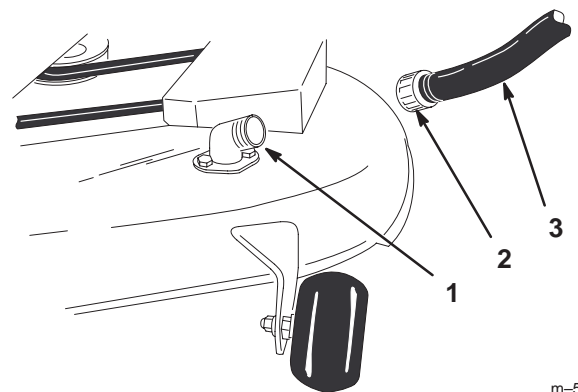

Figure 47
2. Vissez l'accouplement du tuyau au raccord de lavage du carter de tondeuse et ouvrez l'eau en grand (Fig. 47).